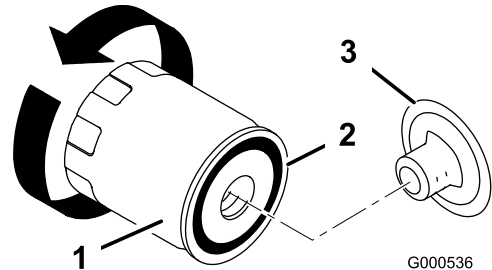

Bild 37
9. Wechseln Sie den Ölfilter bei Bedarf (Bild 37).
2. Entfernen Sie den Altfilter und wischen die Dichtfläche am Anbaustutzen (Bild 37) ab.
3. Ölen Sie die Gummidichtung am Ersatzfilter (Bild 37) leicht mit Frischöl ein.
4. Setzen Sie den Ersatzölfilter auf den Anbaustutzen auf. Drehen Sie den Ölfilter nach rechts, bis die Gummidichtung den Anbaustutzen berührt. Ziehen Sie ihn dann um eine weitere 1/2 bis 3/4 Umdrehung fest (Bild 37).